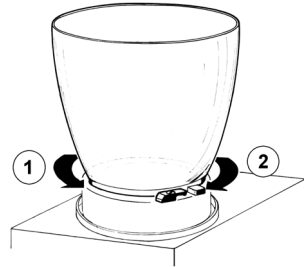

Bild 2
- 4 Entfernen Sie den Behalter, indem Sie ihn (1) entgegen dem Uhrzeigersinn drehen (siehe Abbildung 2).
2 Montieren Sie die Dichtung in ihren Sitz auf dem Behälter. Montieren Sie den Behälter, indem Sie ihn im Uhrzeigersinn (2) drehen. Feuchten Sie die Dichtung mit Wasser an, um diesen Vorgang zu erleichtern (siehe Abbildung 2).